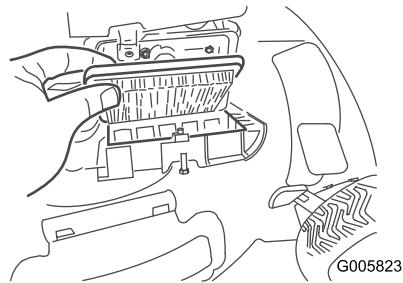

Figura 26
2. Cambie el filtro de aire (Figura 26).